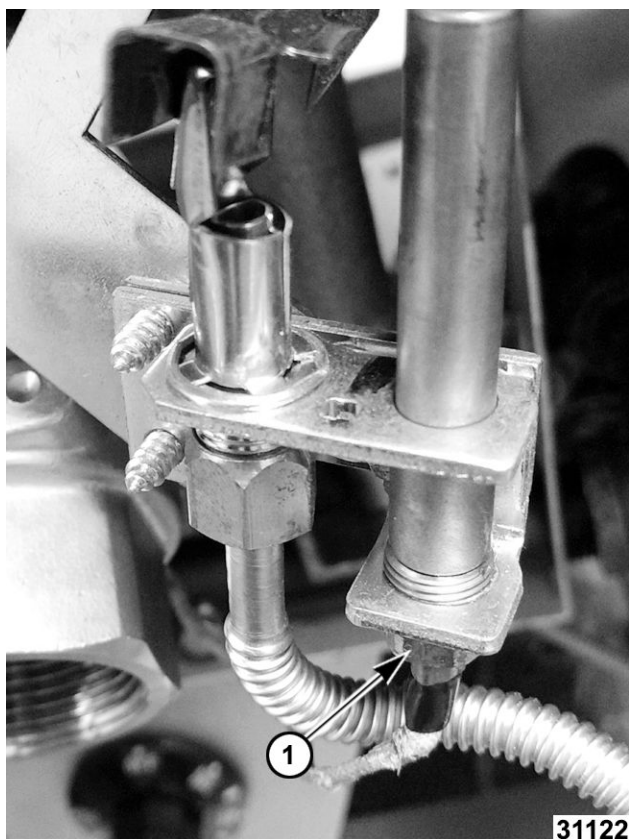

Fig. 18
- Loosen thermopile holding nut (1, Fig. 18).